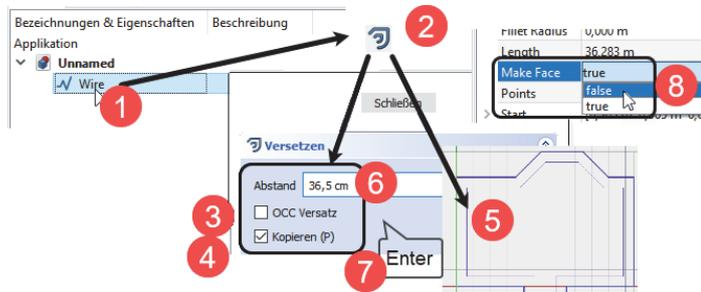

Abb. 14: Wand versetzen
- Klicken Sie im Dialogbereich auf SCHLIEßEN (O), um die Kontur zu schließen.
Um die Innenkante der Außenwand zu erzeugen, markieren Sie **1** (Abbildung 14) die gerade erzeugte LINIENZUG-Kontur, wählen Sie VERSETZEN  **2**, deaktivieren Sie OCC VERSATZ **3** (doppelseitiger Versatz) und aktivieren Sie KOPIEREN (C) **4**. Dann fahren Sie ins Innere der Kontur **5** und geben im Dialogfenster den exakten Abstand von **36,5 cm** ein **6** und  **7**. Wenn die neu erzeugte Kontur *gefüllt* erscheint, dann schalten Sie unter den EIGENSCHAFTEN|DATEN bei DRAFT|MAKE FACE auf **false** um **8**.